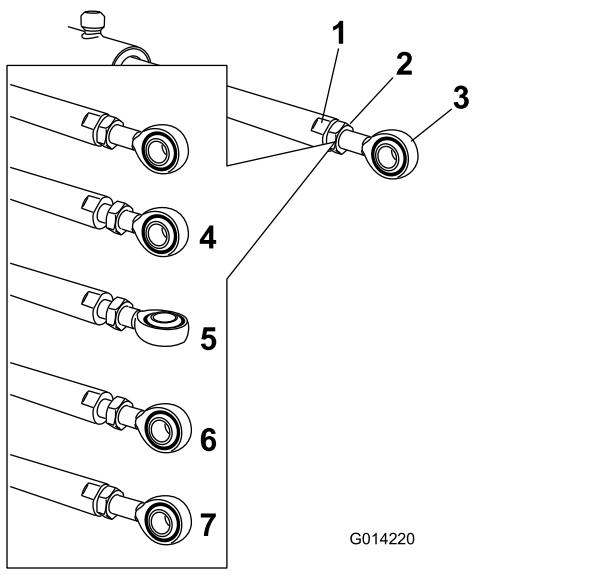

Bild 107
5. Halten Sie die Aktuatorstange mit einem Schraubenschlüssel an den Flächen der Stange fest und lösen Sie die Klemmmutter (Bild 107).
6. Drehen Sie das Stangenende in der Aktuatorstange, um den ausgefahrenen Aktuator auf die gewünschte Stellung zu verlängern oder zu verkürzen (**Bild 107**).